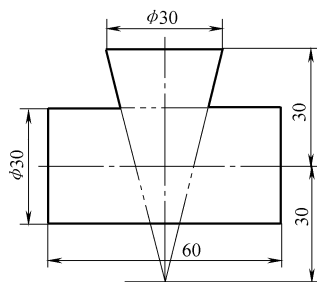

图 2-22
10. 图 2-22 所示为圆锥直交圆管，划出其相贯线并展开。